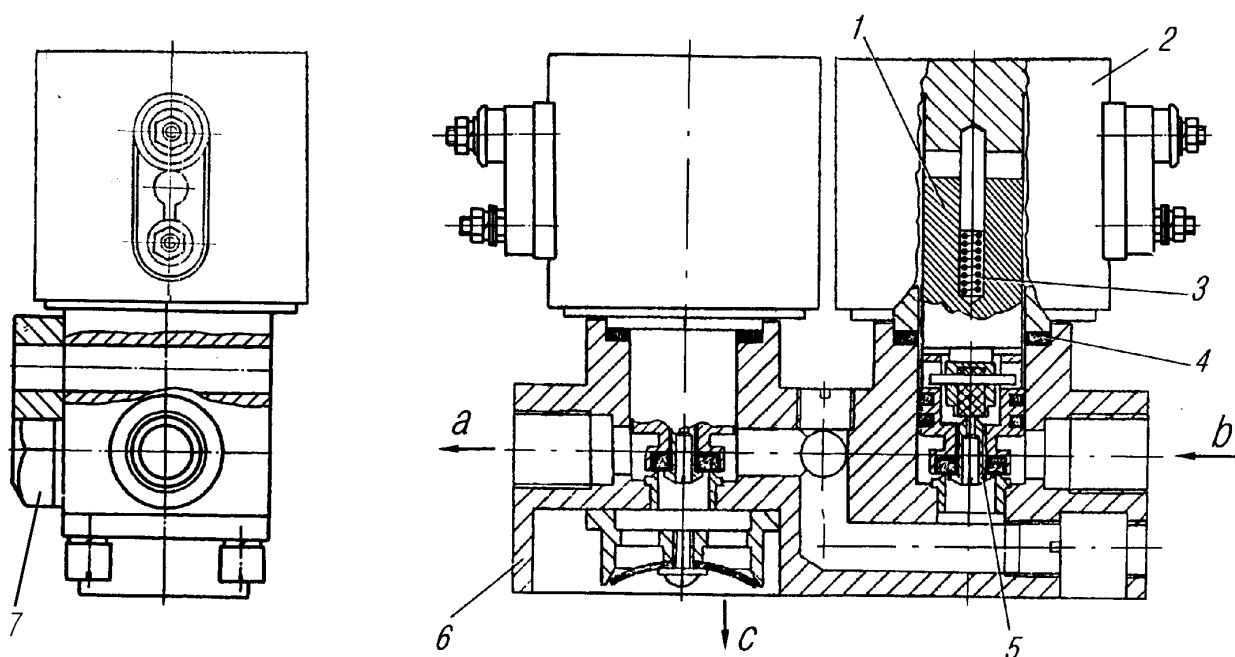

Рис. 58. Электромагнитный клапан:
**Электромагнитные клапаны** (рис. 58) предназначены для регулирования давления воздуха в шинах передних и задних колес в зависимости от дорожных условий. Клапаны расположены на лонжероне рамы и имеют три рабочих положения. Электропитание клапана – 24 В.